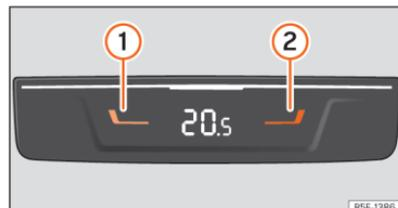

Abb. 115 In der Mittelkonsole hinten: Bedienelemente für die Mitfahrer auf den hinteren Sitzen.
- Drücken Sie die Tasten **1** und **2** **>>> (Abb. 115)**, um die Temperatur für die hinteren Sitzplätze einzustellen.